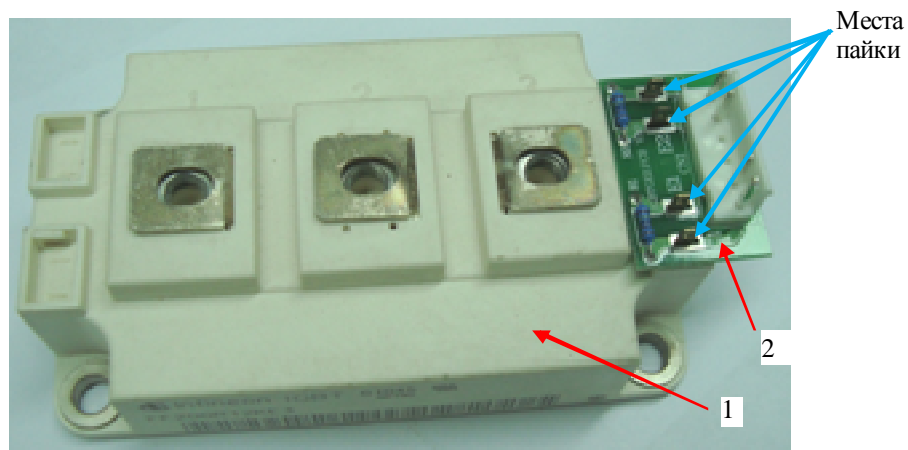

Рис. 7.5.
7.3.3. Установить монтажную плату 2 на модуль IGBT 1, продев ножовые контакты модуля в прорези платы с контактными площадками (рис. 7.5). Паять контакты модуля IGBT к плате.